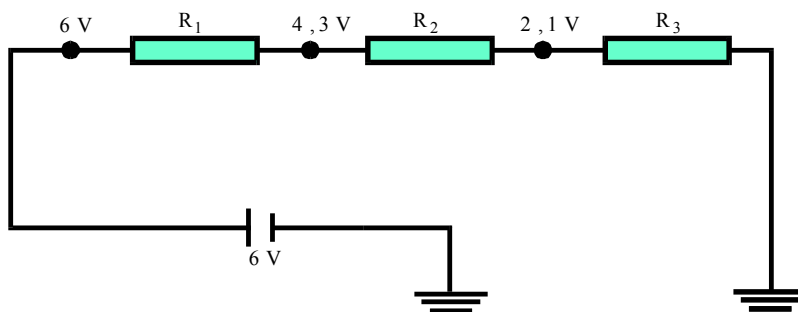

Fig.1 Esquema mostrando os valores de tensão em pontos chave.
- Através do esquema, onde aparecem os valores de tensão e/ou corrente nos pontos chave do circuito, como mostrado na **Fig.1**.